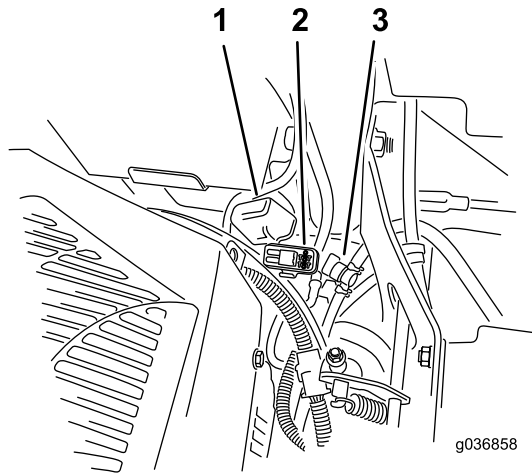

Bild 54
Hinweis: Achten Sie bei Maschinen des Typs MyRide darauf, dass das Erdungskabel nicht am Längslenker oder an der unteren Stoßdämpferbrücke scheuert (Bild 54).
Die Sicherungen befinden Sie rechts am Armaturenbrett neben dem Sitz (Bild 54).
2. Setzen Sie eine neue Sicherung ein (Bild 54).